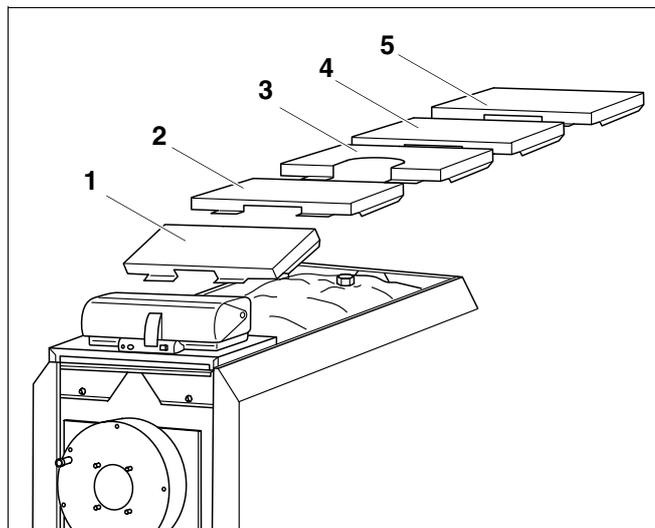

Fig. 23 Elementi della copertura
- Montare senza fissare gli elementi della copertura della caldaia, con il bordo ripiegato rivolto in avanti, sia sul pannello laterale sinistro che su quello destro, secondo quanto illustrato in fig. 23.
Il terzo elemento della copertura (fig. 23, **pos. 3**) presenta un'apertura per il montaggio della protezione mancanza acqua.
Tab. 3 Dimensioni degli elementi della copertura della caldaia da fig. 23, **pos. 1 a 5** (tutte le misure in mm)